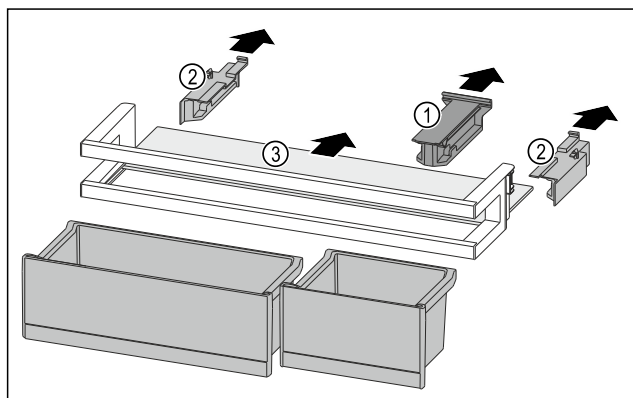

Fig. 92
- Изтеглете задържащата част Fig. 92 (1).
- Изтеглете страничните части Fig. 92 (2).
- Свалете рафта Fig. 92 (3).